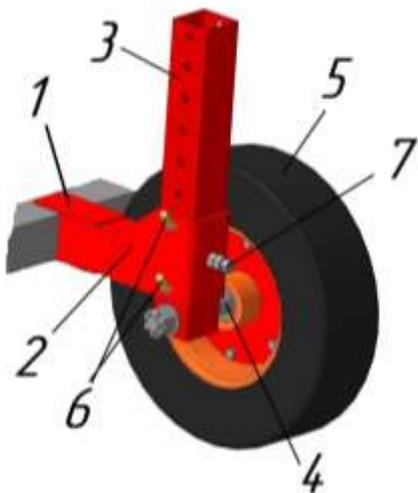

Рисунок 3 – Колесо опорное
3.7 Колеса опорные обеспечивают возможность передвижения машины в процессе работы. Колеса опорные состоят из пневматических колес и механизма регулировки положения колес относительно рамы машины для изменения высоты среза ботвы картофеля. Колесо опорное состоит из кронштейна 1, к которому приварена труба 2, внутри которой перемещается стойка 3 с прикрепленной осью 4 и колесом 5. Стойка 3 фиксируется в трубе 2 рукояткой 6 на необходимой высоте и зажимается винтом 7 (рисунок 3).
5.1.1 Рукоятка 6 опорных колес (рисунок 3) для регулирования высоты среза ботвы картофеля.